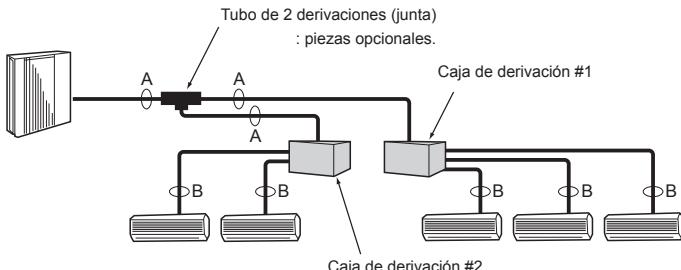

Fig. 4-4
4.3.2. Conexión con caja de derivación (Fig. 4-4)